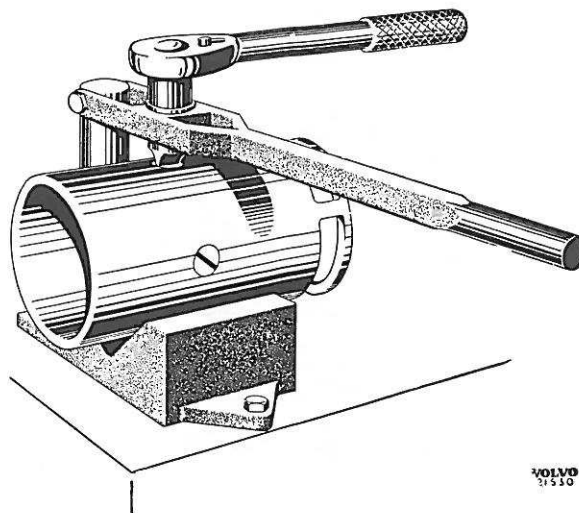

Figure 29. Démontage de l'enroulement d'excitation
2. Poser la carcasse de la dynamo dans un support en V, comme le montre la figure 29. Appuyer sur la carcasse tout en faisant tourner le tournevis. En général, les vis sont très bien serrées. Choisir donc un tournevis ayant les mêmes dimensions que la rainure de la vis et qui s'engage bien dans cette rainure.